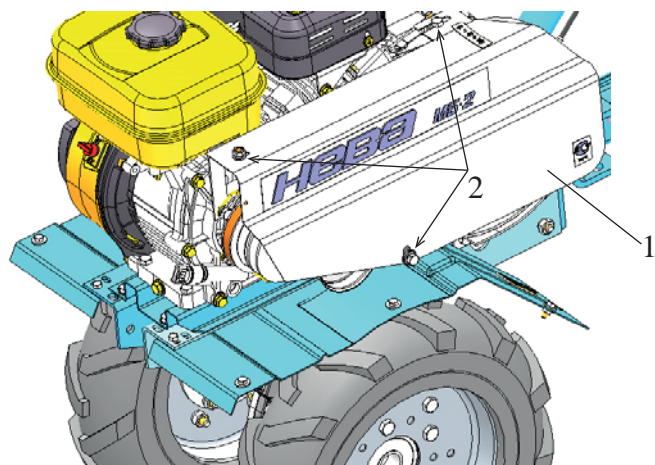

рис.3
1. Снять защитный кожух (1), открутив три болта (2) рис.3.